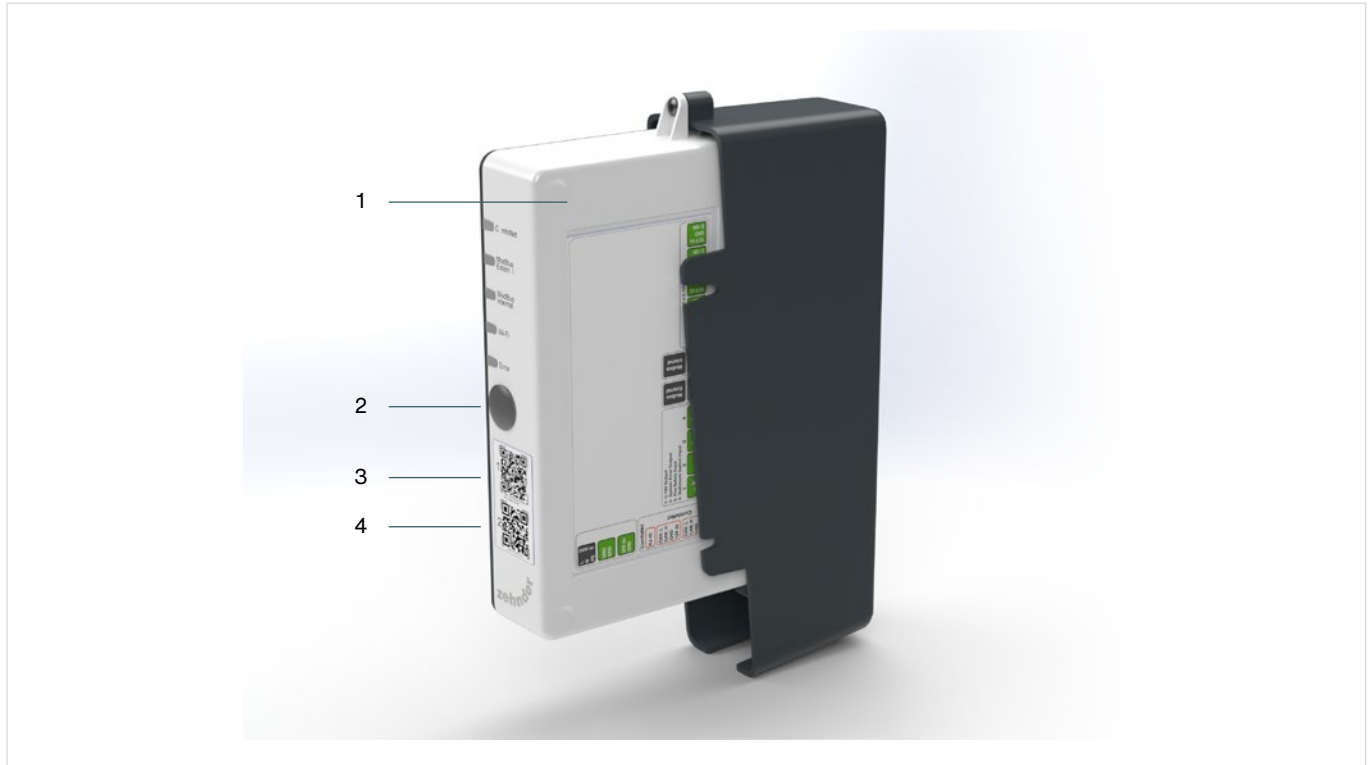

Fig. 6.1 – Activation du Wi-Fi sur la CM
1. Appuyez sur la touche Wi-Fi (Fig. 6.1, pos. 2).
2. Scannez le premier code QR (1) avec un appareil mobile (non représenté). Une connexion est ainsi établie avec le réseau correct, qui contient également le mot de passe. Si un ordinateur portable est utilisé, le texte situé sous les codes QR peut être utilisé. Le nom du SSID Wi-Fi a la forme CVA..... et le mot de passe est sous le premier code QR.
3. Scannez le deuxième code QR (2) pour aller à l'URL correcte <http://172.30.135.1/> du serveur Web intégré (CM-EW). Le nom d'utilisateur (user name) est admin et le mot de passe est 4210 (uniquement ces quatre chiffres).